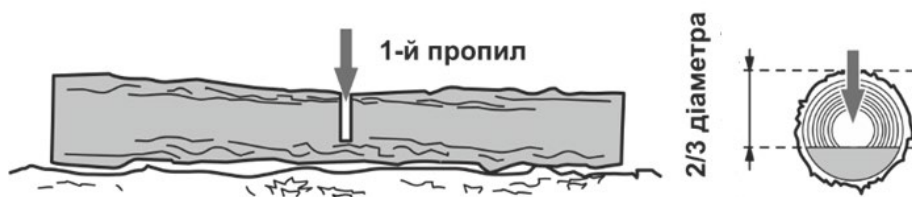

Рисунок 11. Схема попереднього розпилу колоди.
1. Перший розпил зробити згори вниз на $\frac{2}{3}$ діаметра колоди (рис. 11).